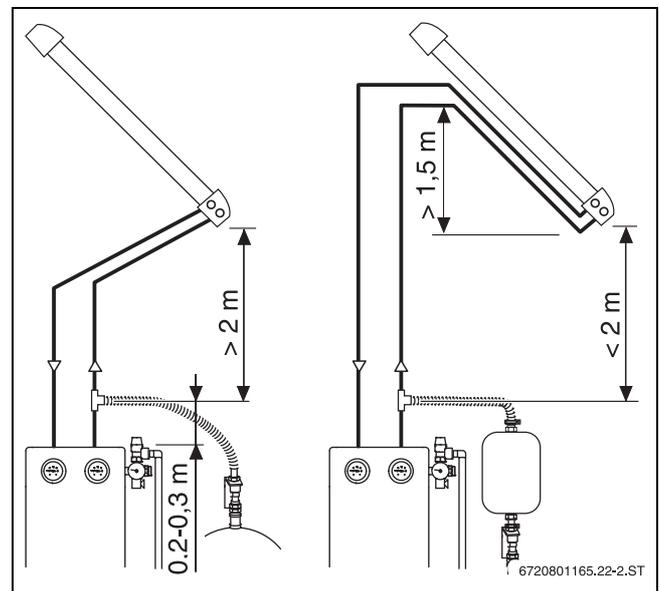

Bild 143 Abstand zum Kollektorfeld (SKR)
- ▶ Wenn die Mindestrohrleitungslänge oder der Mindesthöhenabstand **nicht** eingehalten werden kann: Am Kollektorfeld mit Vorlauf und Rücklauf einen „Leitungssack“ von mindestens 1,5 m Höhe bilden (\rightarrow Bild 143).